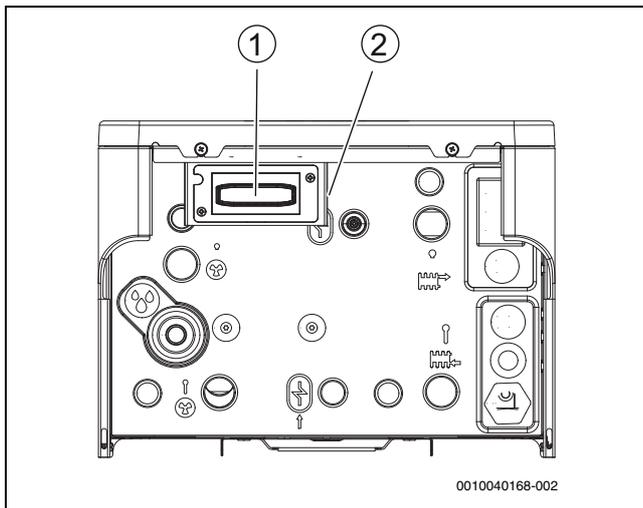

Bild 12 Connect-Key-Platzierung
1. Hebel ausklappen (→[2], Abb. 12).
2. Modul in den Halter einsetzen (→[1], Abbildung 12).